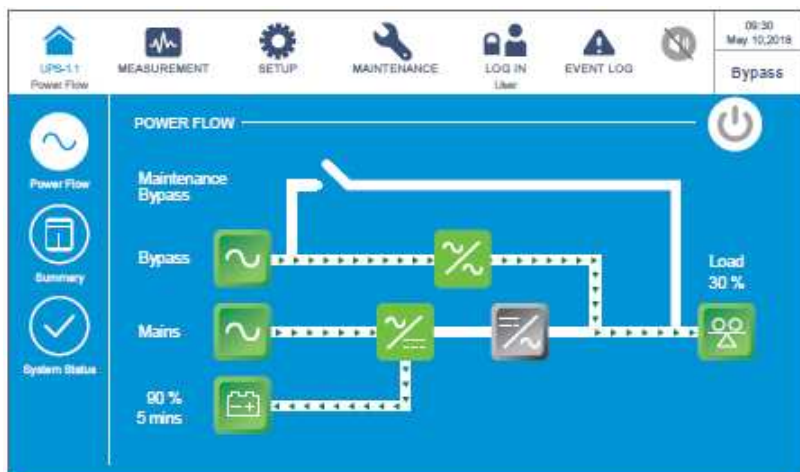

Рисунок 6-54: Экран байпасного режима
- 3 После выбора **YES** (ДА) ИБП отключит инвертор, прекратит подачу питания с силовых модулей и будет осуществлять подачу питания с байпасного источника переменного тока. Если байпасный источник переменного тока работает ненормально, то существует риск прерывания подачи питания, при этом подключенные важные нагрузки не будут защищены. В этот момент силовые модули продолжают заряжать батареи, трехцветный светодиодный индикатор горит желтым и появляется следующий экран (*Рисунок 6-54*). Расположение трехцветного светодиодного индикатора см. на *Рисунке 2-12*.